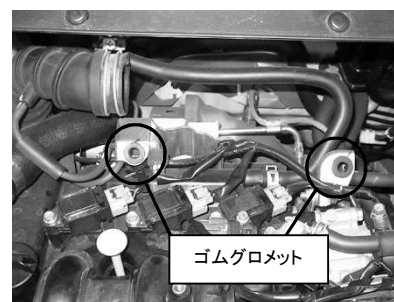

図 3
- 3) クリーナー-BOX は裏側のゴムグロメットに挿込まれています。手前に引くことで取り外せます。図 3 参照